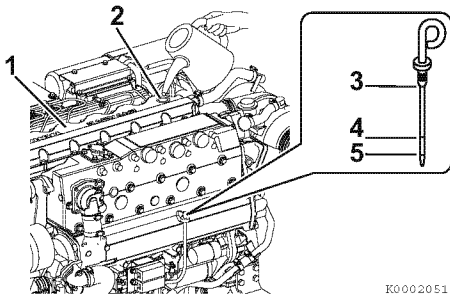

Figure 5
2. Retirez la jauge (3, **Figure 5**) et essuyez-la à l'aide d'un chiffon propre.
4. Retirez la jauge. Le niveau d'huile doit se situer entre les lignes supérieure (4, **Figure 5**) et inférieure (5, **Figure 5**) de la jauge.
1. Retirez le bouchon de remplissage d'huile jaune (2, **Figure 5**) sur le dessus du couvre culbuteur (1, **Figure 5**) et ajoutez l'huile moteur.
2. Remplissez d'huile moteur jusqu'au repère supérieur (4, **Figure 5**) de la jauge d'huile (3, **Figure 5**). Enfoncez complètement la jauge à huile pour vérifier le niveau.
- « Plein » signifie la quantité d'huile située au repère supérieur (4, **Figure 5**) sur la jauge.
- « Effective » signifie la différence entre la quantité d'huile située au repère supérieur et celle située au repère inférieur (5, **Figure 5**).
3. Serrez à la main le bouchon de l'orifice de remplissage (2, **Figure 5**) fermement.